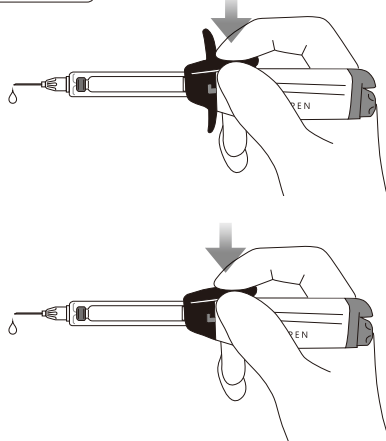

図9
⑩ フィンガーグリップを介して**動作ボタン** を押すと、薬液の注入が開始されます (図9)。もう一度 **動作ボタン** を押すと注入を停止します。注入を停止させると自動でプランジャーがわずかに後退し、吸引をおこないます。